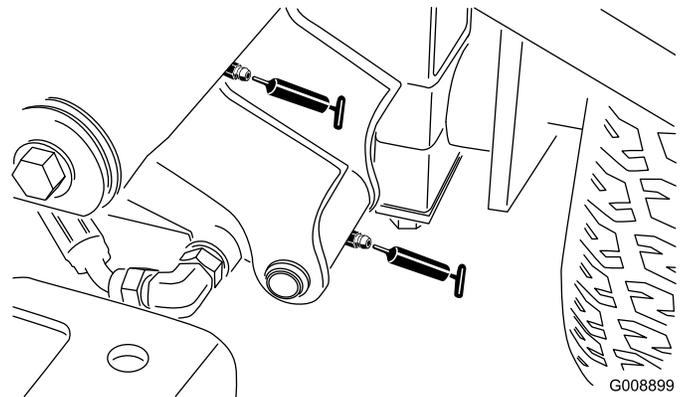

Figure 55
- Pivot de bras de levage avant gauche et vérin de levage (2) (Figure 55)